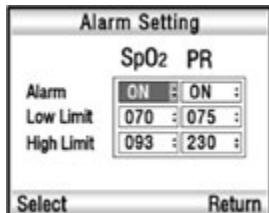

Рис. 6-2
В подменю установки тревоги (Alarm Setting), нажмите кнопки «Верх/Вниз» для перемещения курсора к пункту Alarm ( $SpO_2$ ) или Alarm(PR), затем нажмите кнопку «Выбрать (Select)» для выделения этого пункта подменю. Нажмите кнопки «Верх/Вниз» установите ВКЛ(ON) или ВЫКЛ(OFF) см Рис. 6-2. Затем повторно нажмите «Выбрать (Select)» для подтверждения и сохранения настроек. Если вы выключите тревогу  $SpO_2$  и/или ЧП(PR) то значения пределов на кране будут со значком «Х».